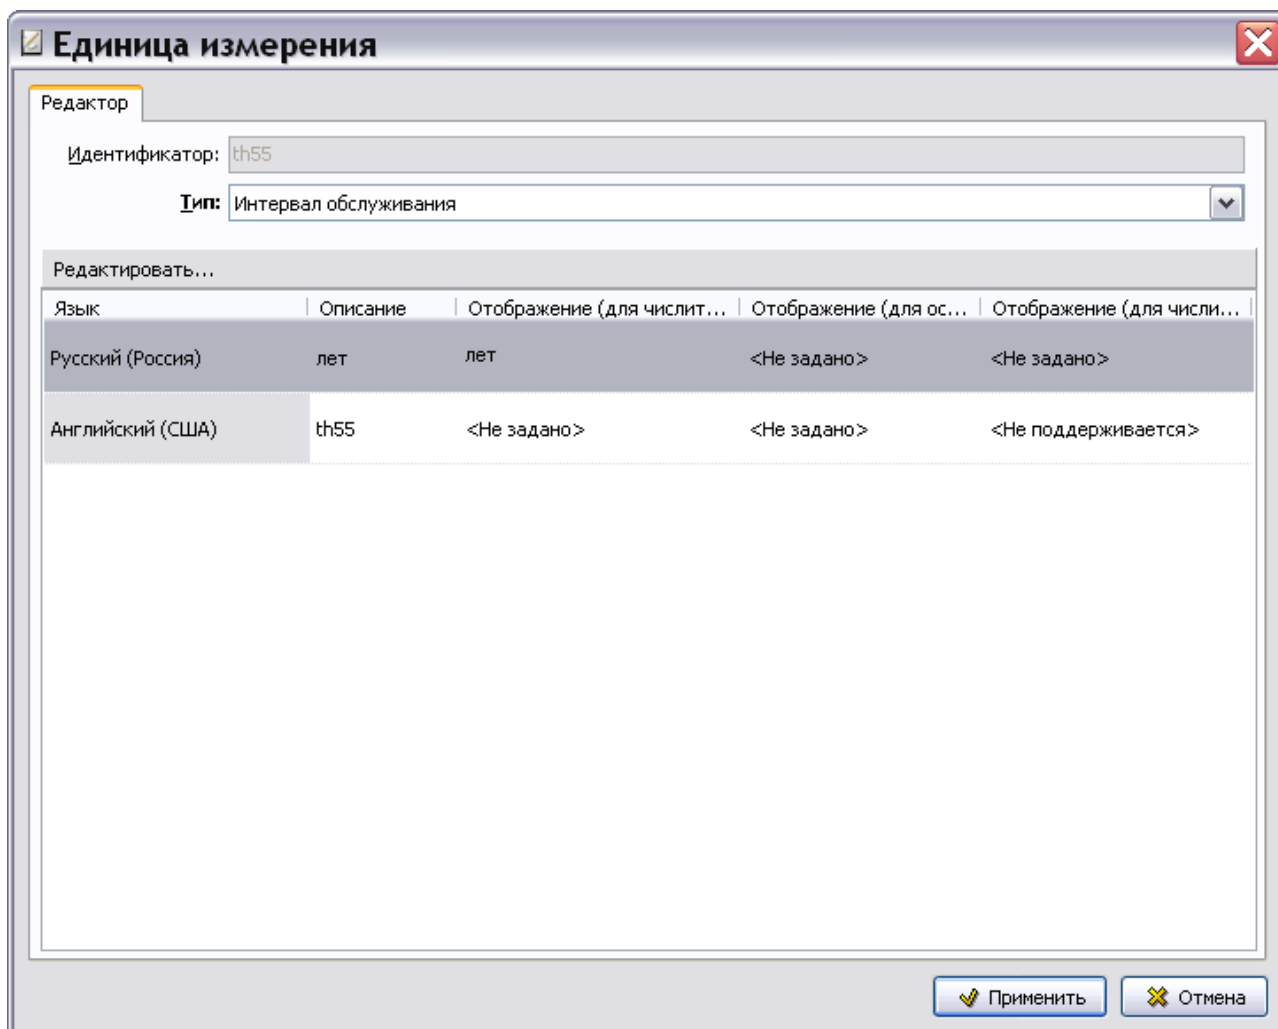

Рис. 3.112
Рассмотрим пример редактирования единицы измерения «лет». В окне **Единицы измерения** выделите единицу измерения «лет» и нажмите на кнопку **Редактировать** . После этого появится окно **Единица измерения** (Рис. 3.112).
1. В окне **Единица измерения** в разделе **Редактировать** выделите строку параметров единицы измерения (Рис. 3.112).